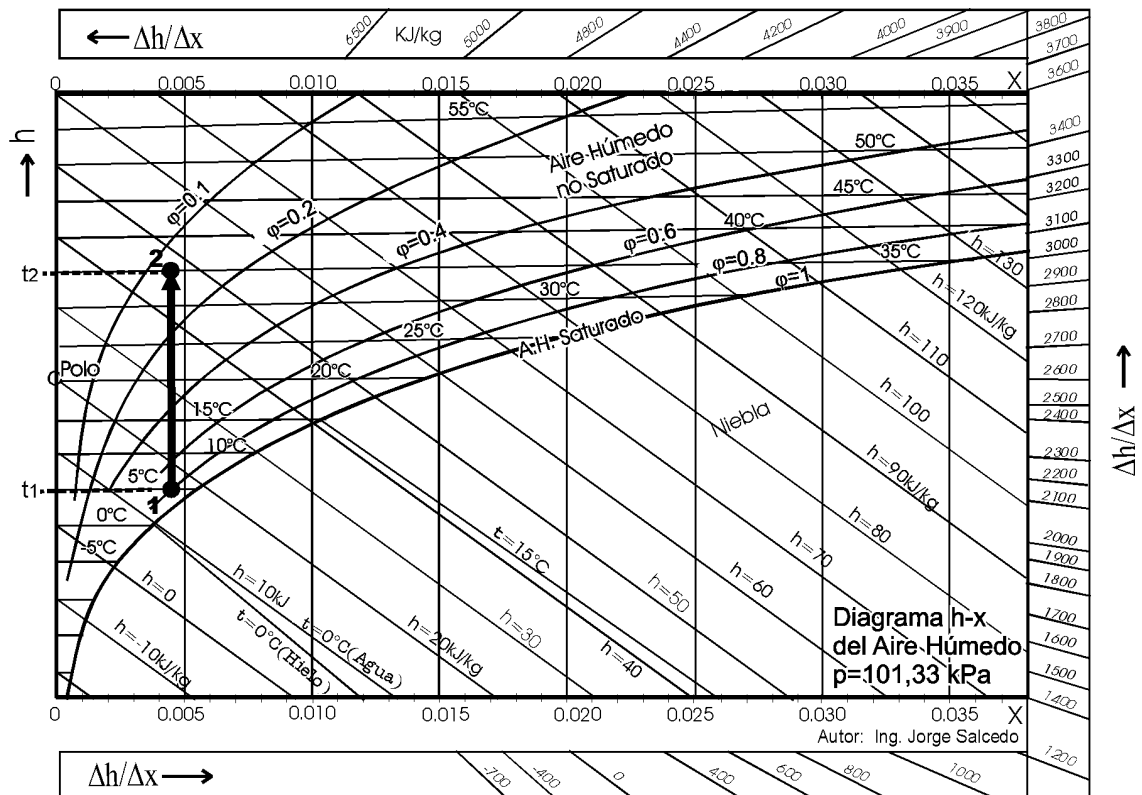

FIG.11
Manteniendo la presión total constante el calentamiento se realiza a humedad absoluta constante ($X = \text{cte}$) por lo tanto a presión de vapor constante ($p_v = \text{cte}$), con aumento de temperatura y disminución de la humedad relativa ($\phi_2 < \phi_1$). Si apreciamos la Fig.11 desde el estado (1) se evoluciona hasta el estado (2).